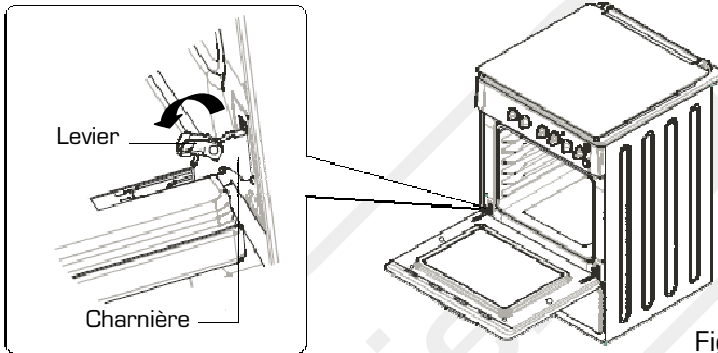

Figure 1
2. Soulevez les leviers se trouvant sur les 2 charnières de porte jusqu'à ce qu'ils atteignent la butée (Fig. 1).